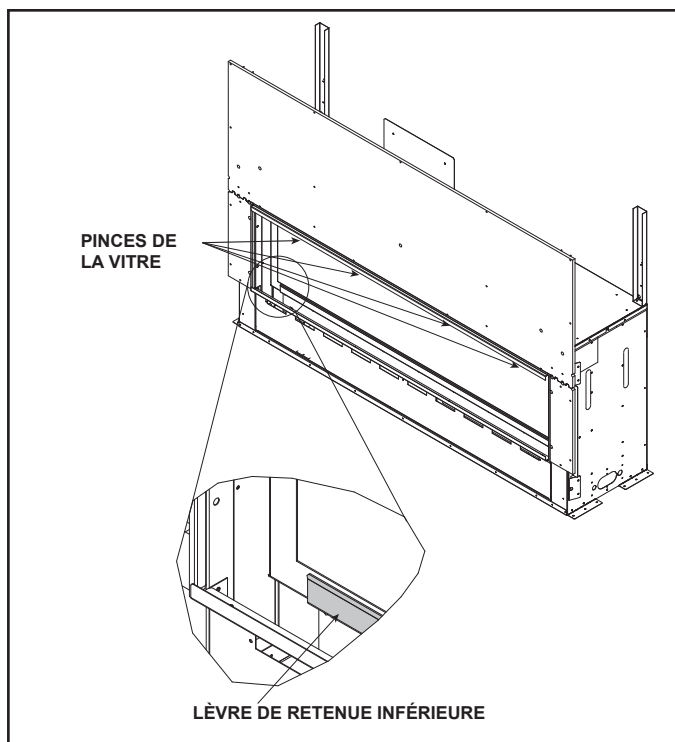

Figure 11.1 Assemblage du panneau de verre
3. Localisez les verrous de la vitre de l'appareil situés sur le bord supérieur de son cadre. Voir la figure 11.1.